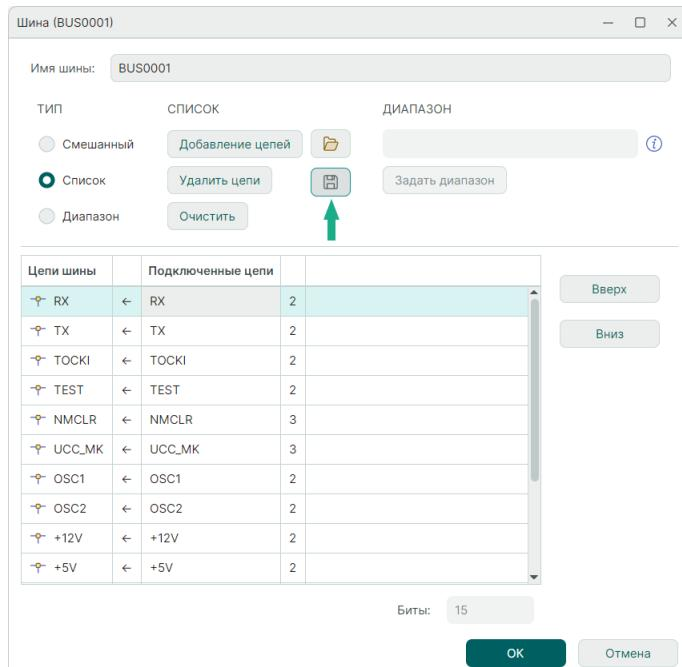

Рис. 177 Экспорт списка цепей шины
- 4) В поле «Список» нажмите на символ  , см. Рис. 177. Список цепей шины будет сохранен в текстовый файл полностью.